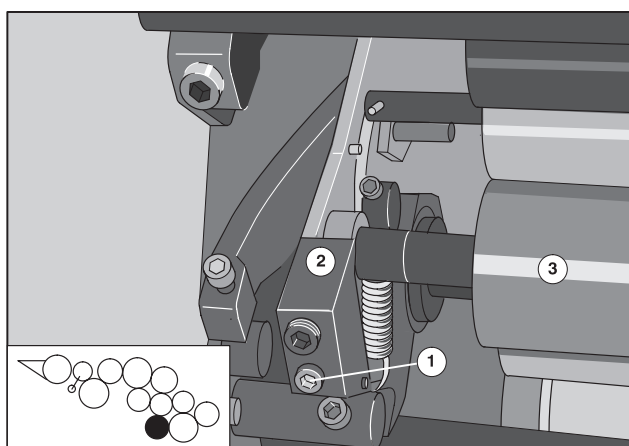

Рис. 6 Демонтаж 4-го передаточного валика
- ❶ Выкрутите винт с внутренним шестигранником (Рис. 6/❶) с помощью инструмента печатника; винт остается в фиксаторе (Рис. 6/❷) на стороне привода и стороне обслуживания.
- ❷ Откиньте вниз фиксаторы на стороне привода (Рис. 6/❷) и стороне обслуживания.
- ❸ Вытащите 4-ый передаточный валик (Рис. 6/❸) из опор валиков в сторону приемки.